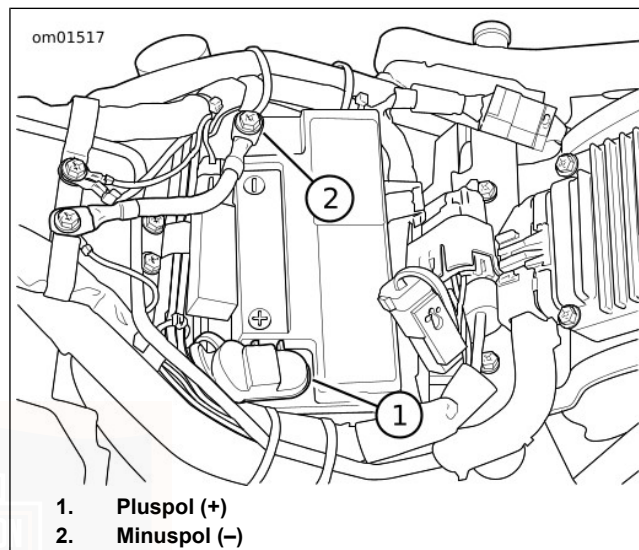

Abbildung 55. Batterie: Softtail-Modelle
2. Siehe Abbildung 55. Das Batterieminuskabel (schwarz) vom Minuspol der Batterie abklemmen.